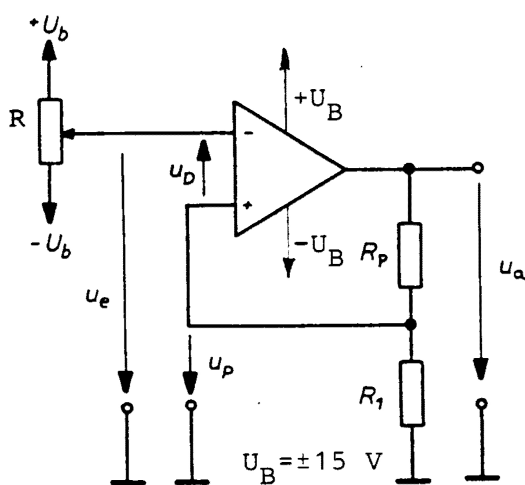
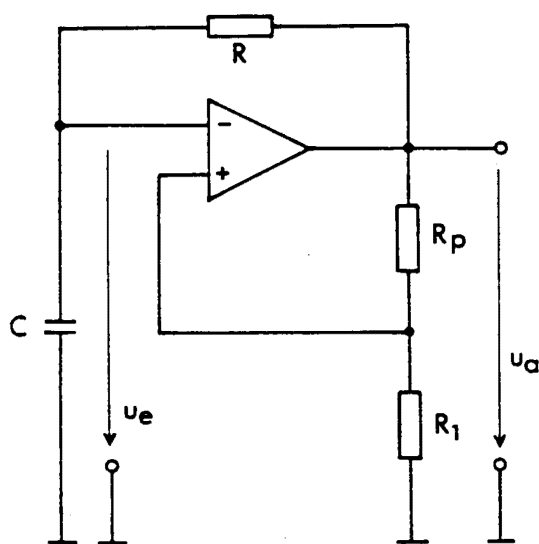

Abbildung 1: Schmitt-Trigger
Abbildung 3: Multivibrator
In der Schaltung Abb. 1 wird die Spannung $u_p = \frac{R_1}{R_1 + R_p} \cdot u_a$ auf den Pluseingang gekoppelt.
- (M1) Aufbau der Schaltung erfolgt nach Abb. 1.
Der Multivibrator in Abb. 3 ist ein Schmitt-Trigger vom invertierenden Typ (Abb. 1), dessen Eingangsspannung U_e eine zeitabhängige Kondensatorspannung ist. Der Kondensator C wird von der Ausgangsspannung $U_{a,max}$ über den Widerstand R aufgeladen.